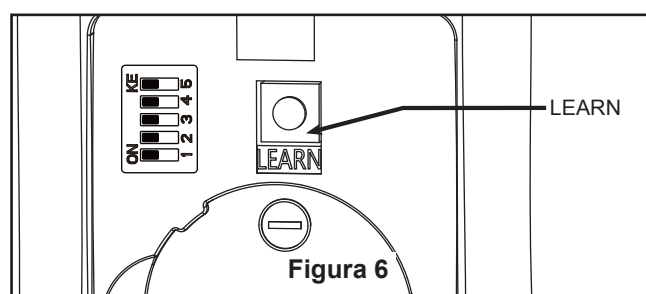

Figura 6
- ☐ 5. El receptor tiene una antena Wifi que puede utilizarse si sufre problemas de rango. (Figura 6)
- ☐ **8.** Configuración del mando a distancia y proceso de configuración de la velocidad (RPM): (Figura 6)